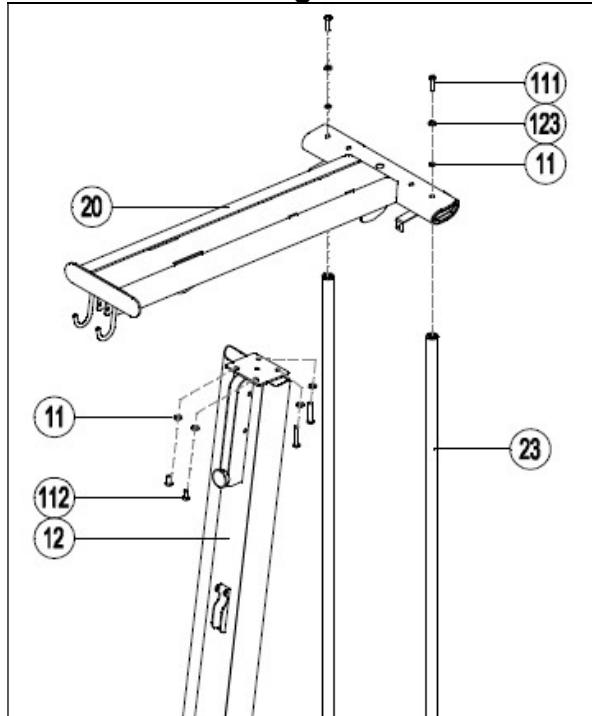

Fig.4
4.- Coloque el tubo (66) en la estructura (1) y atornille con los tornillos (9), las arandelas (11) y las tuercas (10), Fig.4. Apriete ligeramente.
Atornille el tubo (66) al tubo vertical (12) usando los tornillos (112) y las arandelas (11), Fig.4.